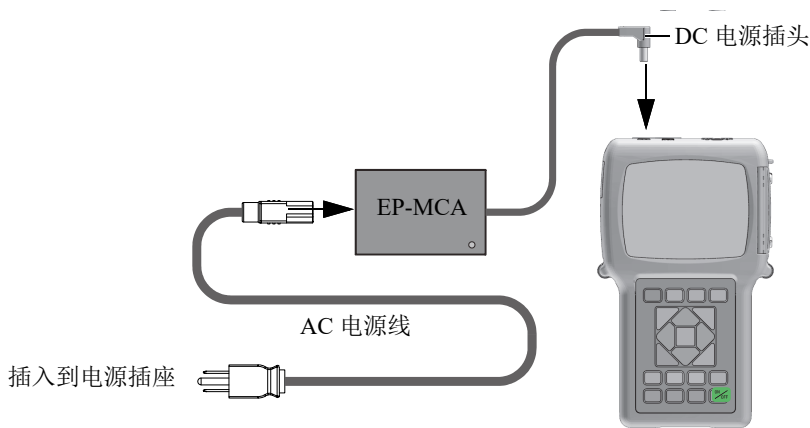

图 2-2 连接充电器 / 适配器
1. 将 AC 电源线的一端连接到充电器 / 适配器（工件编号：EP-MCA [U8767042]），另一端连接到适当的电源插座（参见第 44 页的图 2-2）。